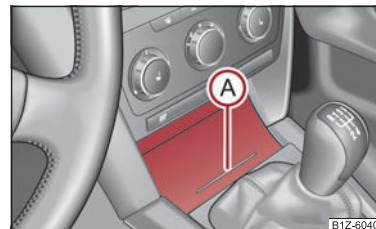

Fig. 73 Consola central, delante: Portaobjetos
- Presione la parte inferior de la tapa del compartimento portaobjetos en la zona A ⇒ fig. 73 - la tapa se abrirá.